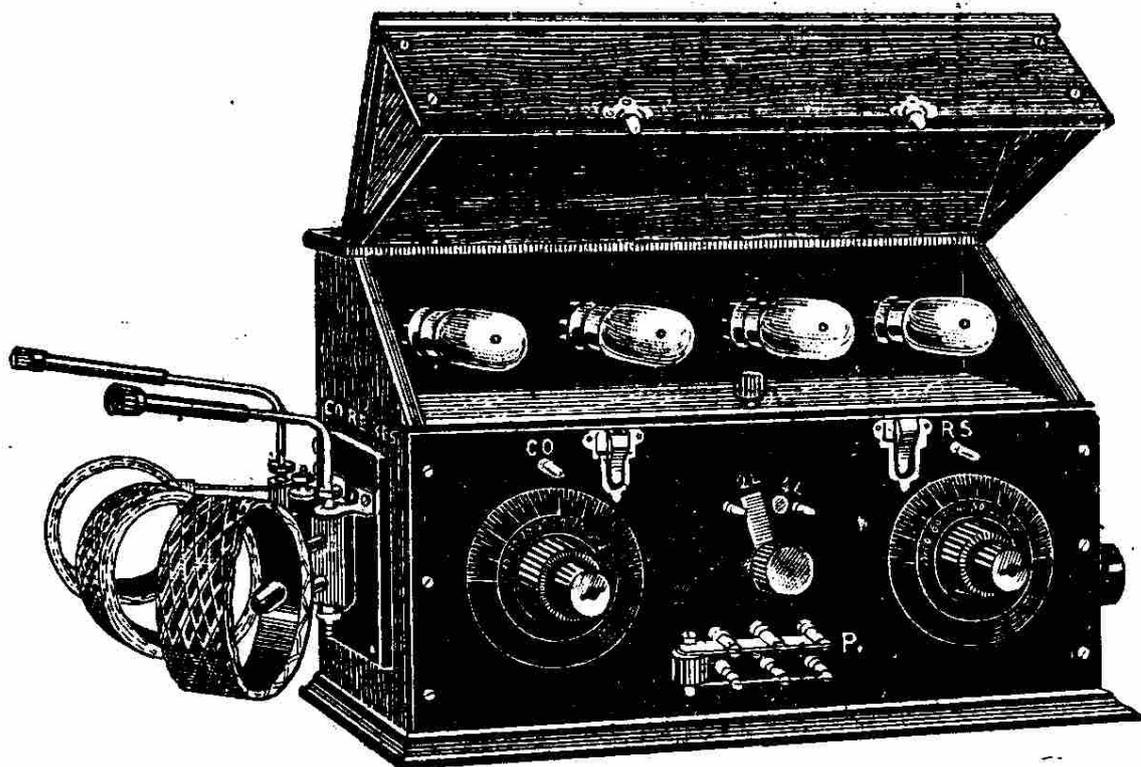

Fig. 115. — Poste à 4 lampes à résonance
de bons résultats. Dans les postes à résonance, la bobine d'accord doit être à 30 cm. au moins de celle de résonance (1). Nous donnons en terminant ce paragraphe la représentation de deux postes à quatre lampes construits l'un par Omnium-Radio, l'autre par la maison Mazo. (V. fig. 115 et 116.)